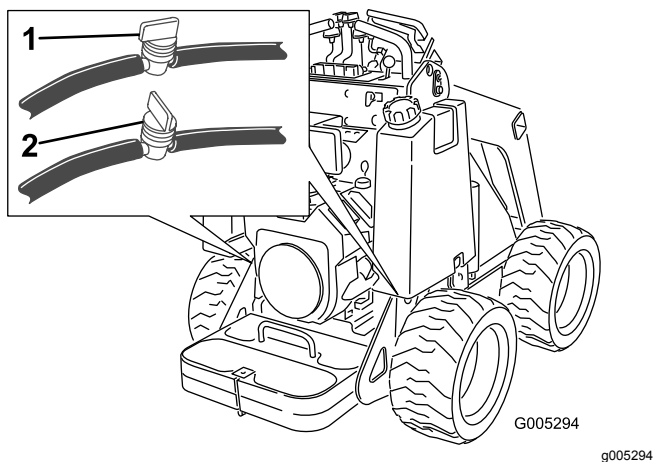

Figure 30
3. Fermez le robinet d'arrivée de carburant au bas de chaque réservoir de carburant (Figure 30).
3. Fermez le robinet d'arrivée de carburant sur le flexible au bas du ou des réservoirs de carburant, comme montré à la Figure 30.
8. Ouvrez le(s) robinet(s) d'arrivée de carburant sur le(s) flexible(s) situé(s) près du fond du ou des réservoirs de carburant, comme montré à la Figure 30.